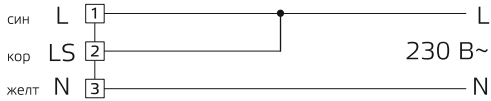

Рис. 1. Подключение светильника в постоянном режиме
- Монтаж продукции Gauss® должен быть произведен так, чтобы обеспечить надежную фиксацию и удобный доступ для обслуживания. Подключение светодиодных светильников к сети электропитания потребителя производится с помощью клеммной колодки согласно схеме (рис.1,2).